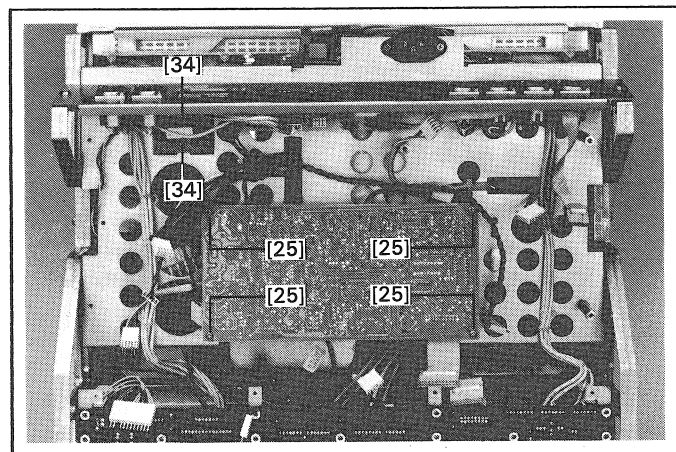

Fig. 12
- 2 Kreuzschlitzschrauben [34] (Fig.12) des TACHO BOARDs sowie den Kabelstecker entfernen. Den Board ausfahren.